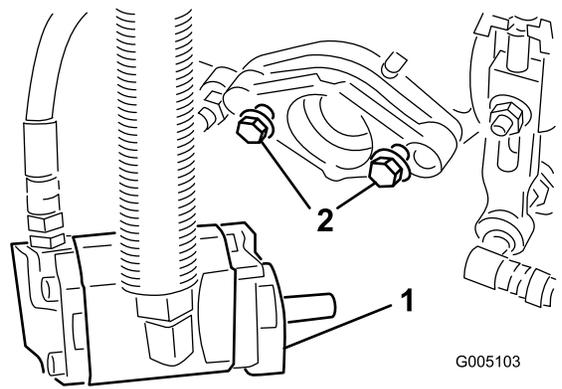

図 10
7. リールモータを固定するための取り付けボルトを各カッティングユニットに装着する。ネジ山が13 mm程度突き出るようにする（図 10）。
11. 取り付けボルトを締め付ける。（図 10）。